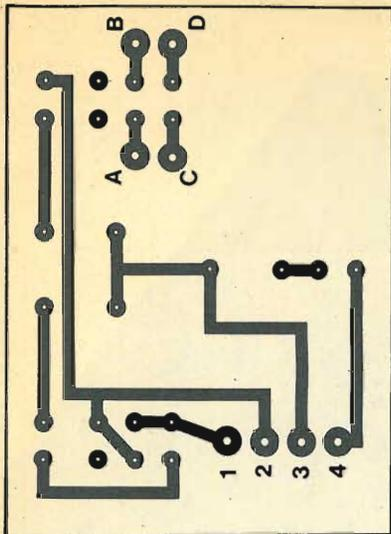
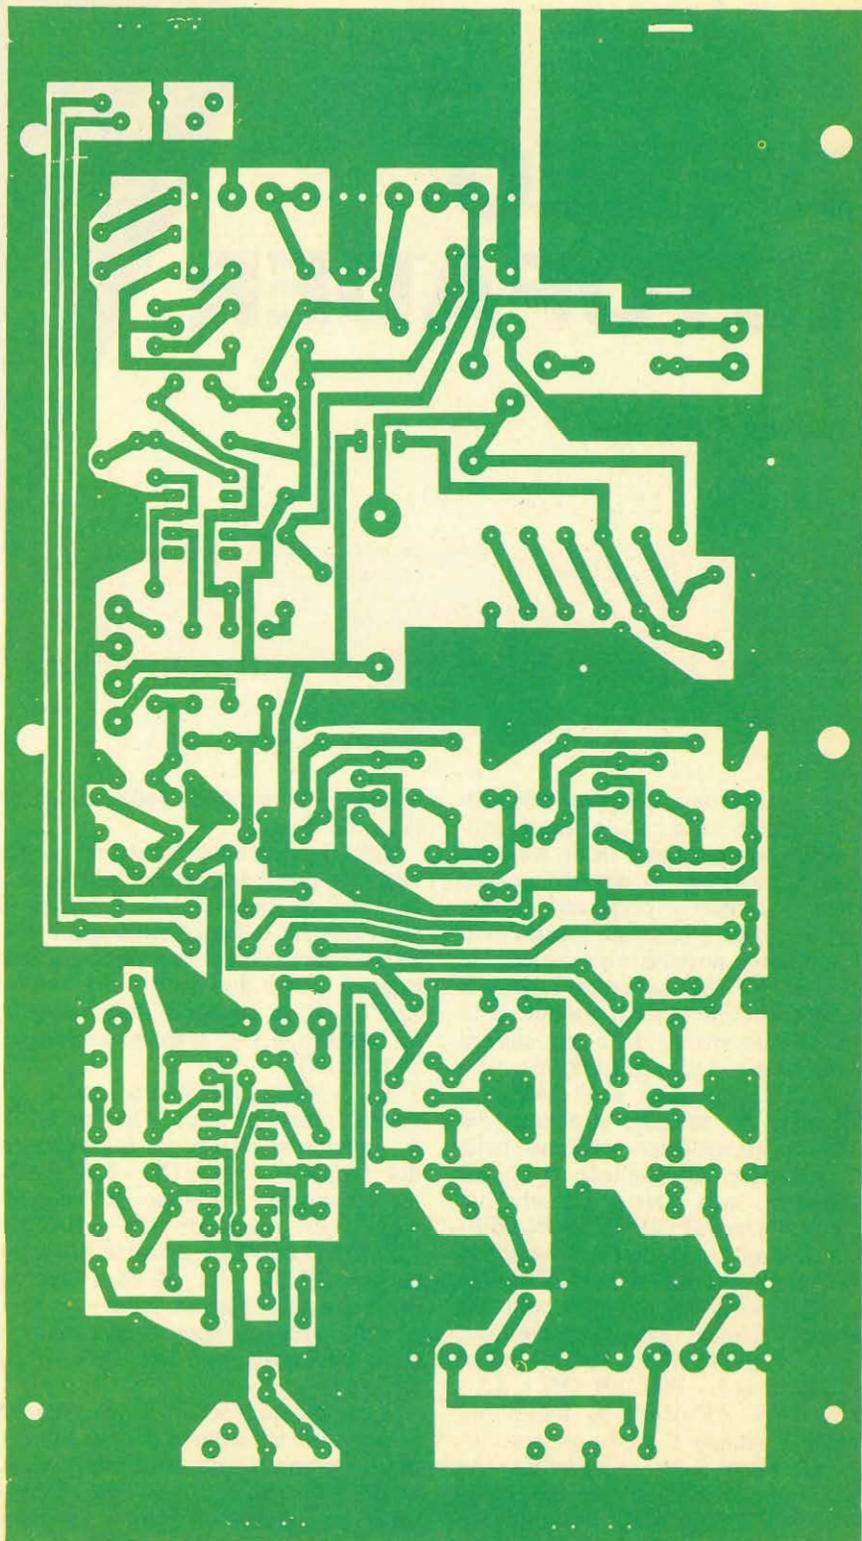

Fig. 1 - Disegno in grandezza naturale delle piste ramate della basetta stampata ausiliaria CSI.
Fig. 2 - Disegno in grandezza naturale delle piste ramate della basetta stampata principale CS2.
1) Allestimento delle due basette stampate. In fig. 1 ed in fig. 2 sono riportati